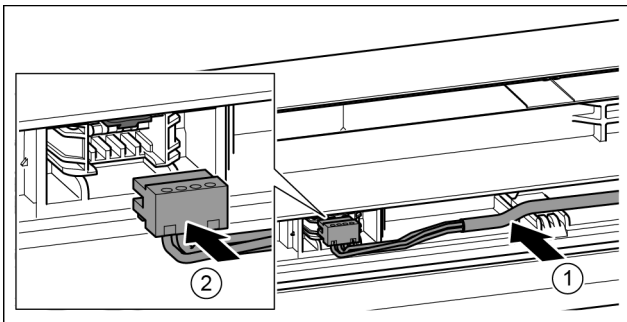

Fig. 43
- ▶ Graues Kabel in die Führung in der oberen Tür einlegen. *Fig. 43 (1)*
- ▶ Stecker einrasten. *Fig. 43 (2)*